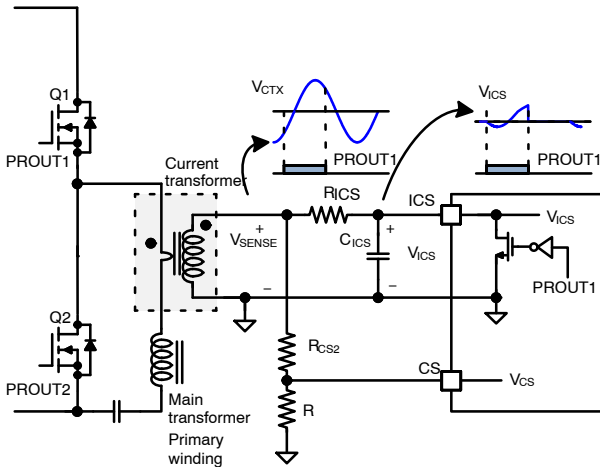
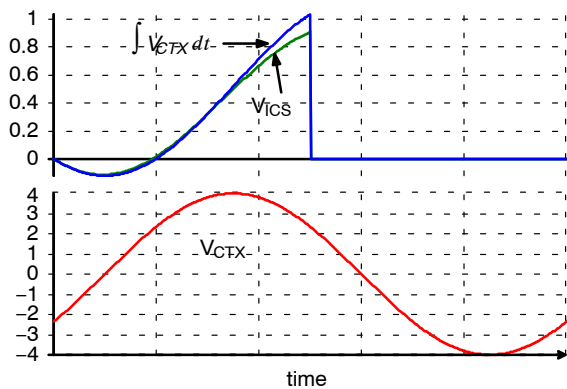
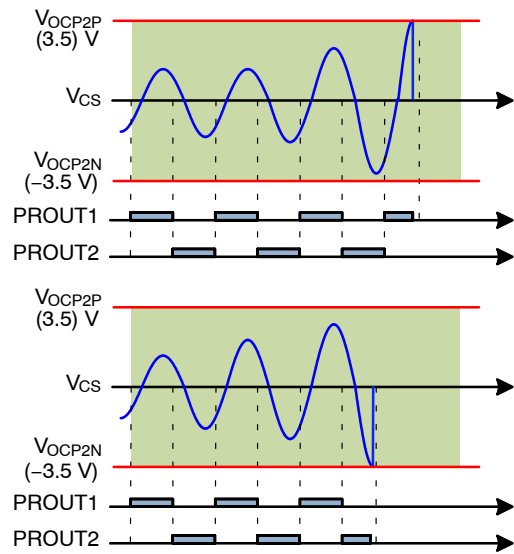

图 61. FAN7688 的电流感测
图 62. 通过 VSENSE 生成积分信号 (VICS)
图 66. CS 引脚的过流保护
FAN7688 可检测瞬时开关电流和开关电流的积分，如图 61 所示。由于 FAN7688 位于次级端，因此通常使用电流互感器检测初级端电流。如果 PROUT1 低，ICS 引脚将通过内部复位 MOSFET 箝位在 0 V。反之，如果 PROUT1 高，ICS 引脚将不会被箝位，且积分电容 (CICS) 将根据感测电阻电压 (VSENSE) 和 ICS 引脚电压之间的压差进行充放电。在正常运行期间，由于功率限制阈值为 1.2 V，因此 ICS 引脚的电压小于 1.2 V。电流感测电阻和电流互感器匝数比的设计应满足在满载条件下，电流感测电阻上的电压 (VSENSE) 大于 4 V。因此，充电和放电电流 ICICS 应几乎与电流感测电阻上的电压 (VSENSE) 成比例关系。图 62 比较了 VSENSE 的幅度为 4 V 时 VICS 信号与理想的积分信号。由图可知，VICS 信号与理想的积分信号之间存在大约 10% 误差，对于大多数设计来说这是可以接受的。如果需要更高精度的 VICS，则应增加 VSENSE 的幅度。
6. 过流保护 (OCP2): 当  $V_{CS}$  大于 3.5 V 或小于 -3.5 V 时, 将触发过流保护 (OCP)。CS 引脚上感测到初级端瞬时电流。由于 CS 引脚上的 OCP 阈值为 3.5 V 和 -3.5 V (如图 66 所示), 因此通常通过使用分压器从  $V_{SENSE}$  获得 CS 信号, 如图 61 所示。OCP 触发有 150 ns 的去抖动时间。